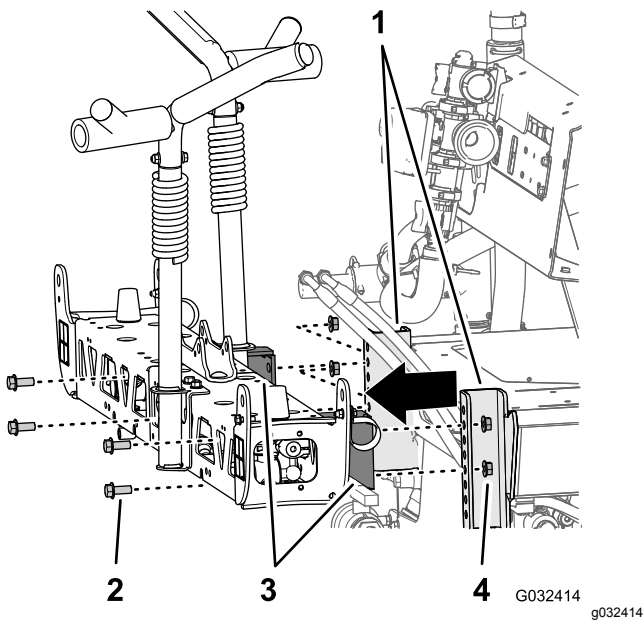

Figure 69
4. Retirez les 4 boulons à embase (1/2 x 1-1/4") et les 4 contre-écrous à embase (1/2") qui fixent les supports de la section de rampe centrale au profilé de montage sur le cadre du pulvérisateur, et déposez la section de rampe centrale de la machine (Figure 69).